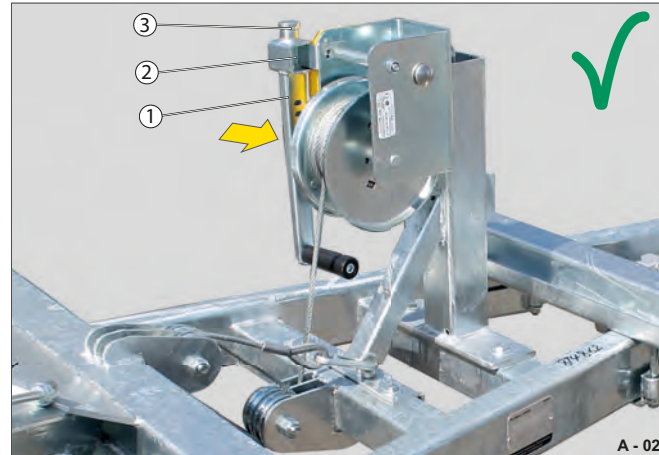

Abb. 17 Seilwinde manuell in Fahrstellung
- ▶ Heben Sie den Sicherungsstift (Abb. 17/3) an.
- ▶ Positionieren Sie die Kurbel (Abb. 17/2) auf der Park-Halterung (Abb. 17/1).
- ▶ Lassen Sie den Sicherungsstift (Abb. 17/3) los und prüfen Sie, dass die Kurbel sicher fixiert ist.